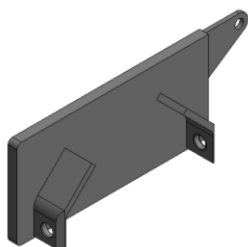
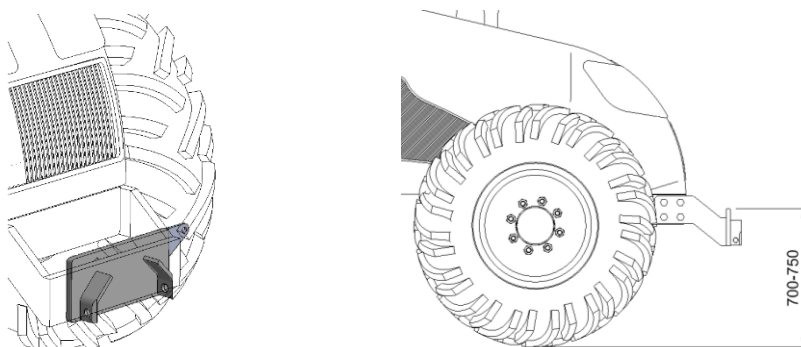

Figura 5.2 – Placa de engate rápido
Figura 5.3 – Posicionamento da placa de engate rápido
1. Fixe a placa de engate rápido (*Figura 5.2*), fornecida com o equipamento, na frente do trator. A fixação deverá ser feita preferencialmente no suporte de massas do trator e respeitando a altura ao solo, mínima de 700mm e máxima 750mm, valor medido desde o topo superior da placa ao solo (*Figura 5.3*).